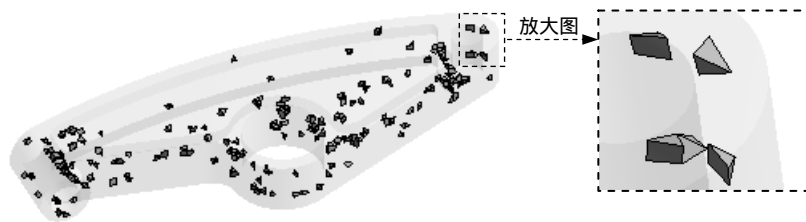

图 4.5.6 四棱锥单元
- ◆ —●— Pyr13 图例：表示 13 单元节点的四棱锥单元，单击图表中对应颜色的柱状图，在图形区显示所有四棱锥单元，如图 4.5.6 所示。